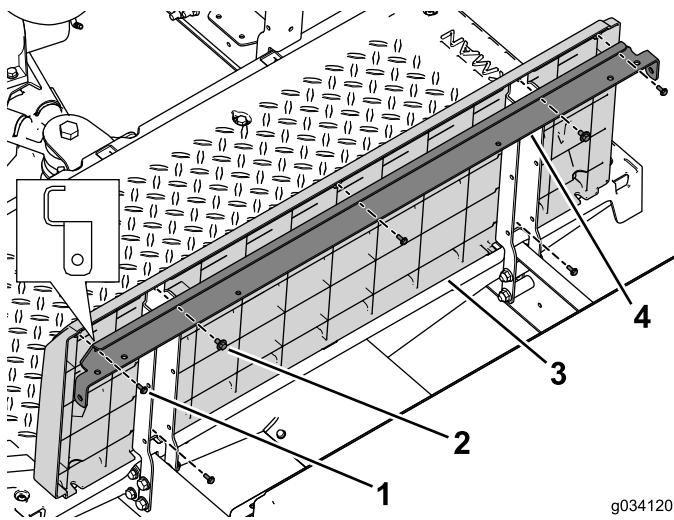

图40
4. 使用带垫圈组件的 2 个螺栓  $1/4 \times 1/2$  英寸将倾斜支撑托架和座椅底座面板固定到左、右座椅支架上 图40。
5. 使用 5 个螺丝#10 x 1/2 英寸将后面板固定到座椅支柱和座椅支架上图40。